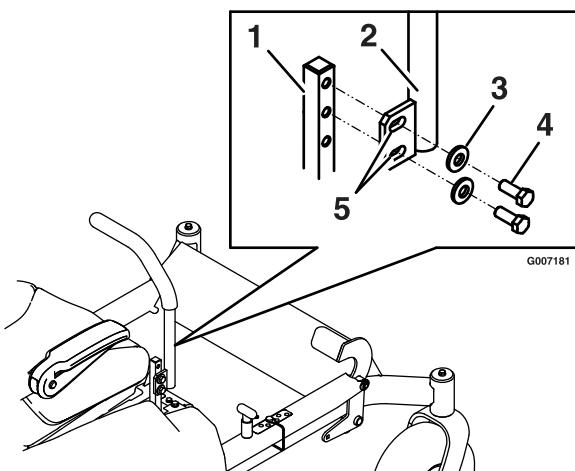

Figura 19
1. Togliete i due bulloni che fissano la leva di comando all'albero del braccio di controllo (Figura 19).
2. Allentate il bullone inferiore appena a sufficienza per ruotare la leva di controllo in avanti o all'indietro (Figura 19). Serrate entrambi i bulloni per fissare il controllo nella nuova posizione.